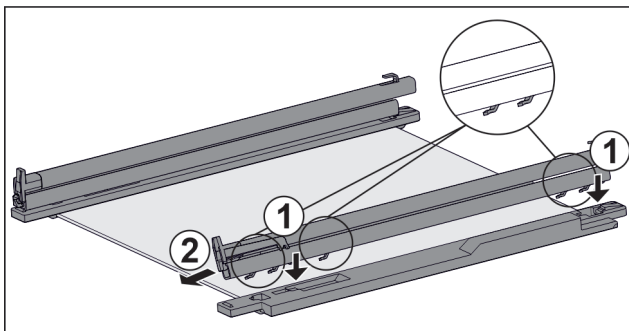

Fig. 55 Sklenená doska s kolajničkami a prídržnými dielmi
- ▶ Nasadte háky kolajničky na otvory **ľavého** prídržného dielu. Fig. 55 (1)
- ▶ Potiahnite kolajničku dopredu. Fig. 55 (2)
- ▶ Nasadte háky kolajničky na otvory **pravého** prídržného dielu. Fig. 55 (1)